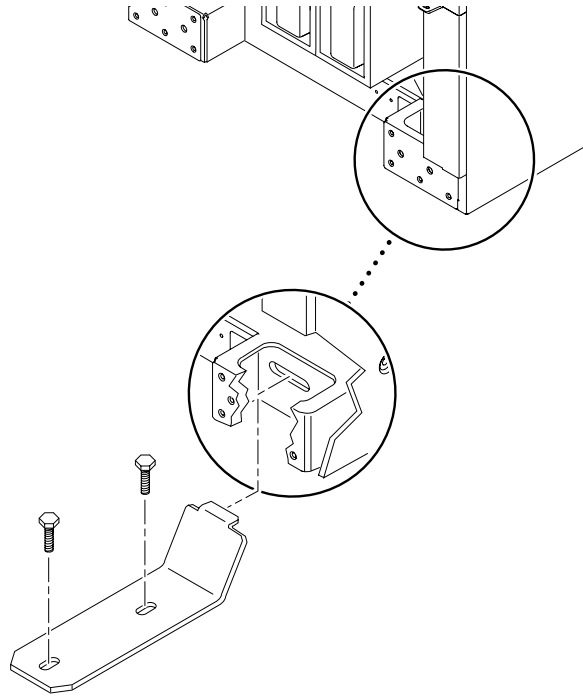

図 3-6 床への Sun Fire キャビネットの留め具の固定
11. 手順 2 および手順 6 で保管した正面留め具および背面留め具を使用して、システムを設置場所に固定します (図 3-6)。